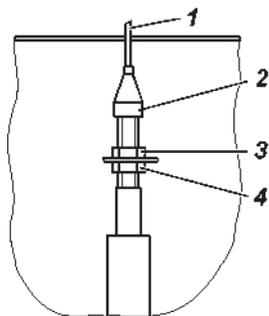

Рис. 9.16. Регулировка привода педали дроссельной заслонки :
**Привод педали акселератора** в процессе эксплуатации может потребовать регулировки натяжения троса. Для натяжения троса отверните гайку 3 (рис. 9.16) и затяните гайку 4.